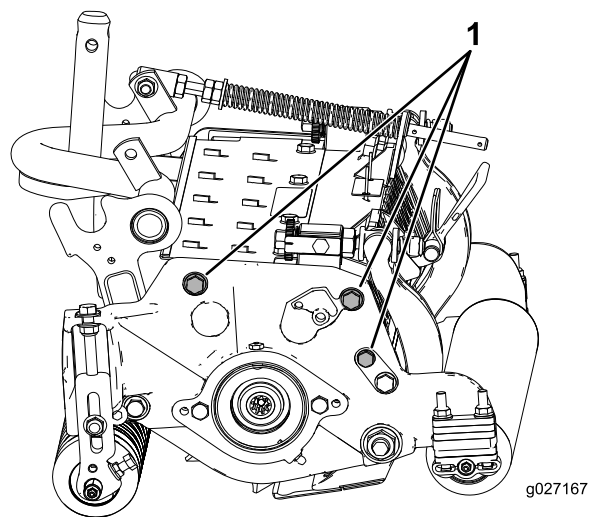

Figura 15
3. Rimuovete i (2) dadi che fissano ogni staffa del rullo e ogni distanziale a ciascuna flangia di montaggio della piastra laterale.
**Nota:** La posizione del rullo posteriore rispetto al cilindro è controllata dalle tolleranze di fabbricazione dei componenti assemblati; pertanto, il parallelismo non è necessario. Un livello di regolazione minimo è possibile regolando l'apparato di taglio su un piano di riscontro e allentando i bulloni senza dado di montaggio della piastra laterale (Figura 15). Regolate e serrate i bulloni senza dado a una coppia compresa tra 37 e 45 N·m.